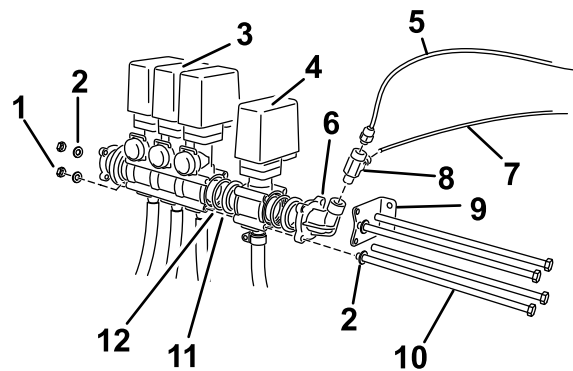

図 5
4. 付属部品の中にあるホースリールバルブ・アセンブリを、既存のバルブと直接に接続する（図 5）。
6. ブラケットの位置を調整する；ブラケットをバルブ・アセンブリの端に近づけて、エルボアダプタの2つの穴がブームバルブ取り付けブラケットに一番近い位置にくるようにする（図 5）。
7. 取り付けブラケットに長いボルト2本（M8 X 260 mm）を通し、ホースリールのバルブのボディの上下の穴を通し、取り付けレールに一番近いブームバイパスバルブを通す（図 5）。
9. のこりの2本のボルト（M8 X 260 mm）と既存のワッシャを使って、各バルブ・アセンブリをバルブボディの空いている穴に固定する（図 5）。
13. T字フィッティングを取り付ける（図 5）。